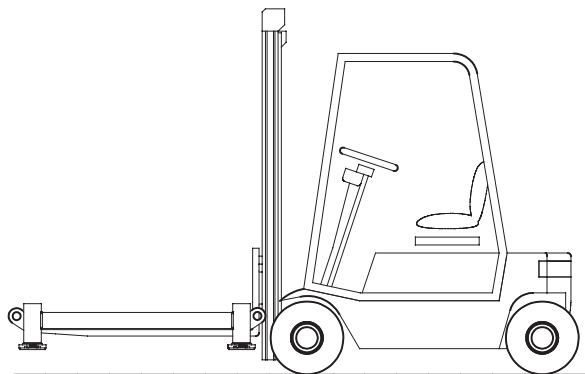
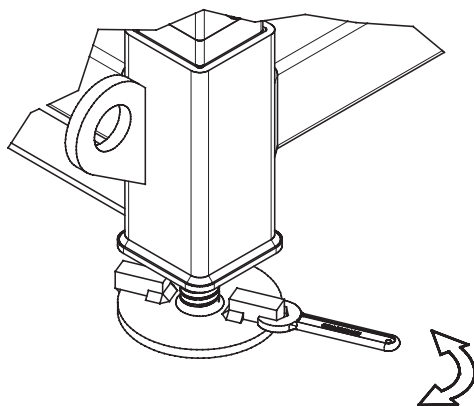

Figura 12. Levantar el marco inferior con un montacargas.
Figura 13. Ajuste de la altura del pie con una llave de 22 mm.
1. Asegúrese de que el suelo, donde se coloca el sistema de carga MkII, sea relativamente plano. La base del sistema de carga MkII tiene pies ajustables que están diseñados para ajustarse dentro de una inclinación de 5 grados. Utilice un montacargas para manejar el marco inferior, coloque las horquillas debajo de los tubos horizontales en los perfiles de guía de la horquilla antes de levantarse; consulte la Figura 12. Coloque el marco inferior en el suelo. Utilice un nivel de aire para asegurarse de que el marco inferior está nivelado. Si no es así, gire los pies a mano o utilice una llave de 22 mm o un martillo para golpear en la barra de ajuste y ajustar los pies hasta que el marco inferior esté nivelado; consulte la Figura 13.